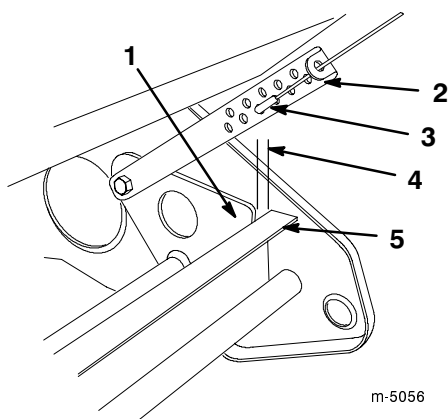

Figure 13
- Vérifiez que l'écart entre la plaque de pivot et le cadre de roue est compris entre 0 et 3 mm, comme illustré à la Figure 13.
Décrochez le raccord en Z du dispositif de réglage du câble de pivot (Fig. 13) et accrochez dans un trou différent du dispositif de réglage pour obtenir l'écartement correct entre la plaque de pivot et le cadre de roue.